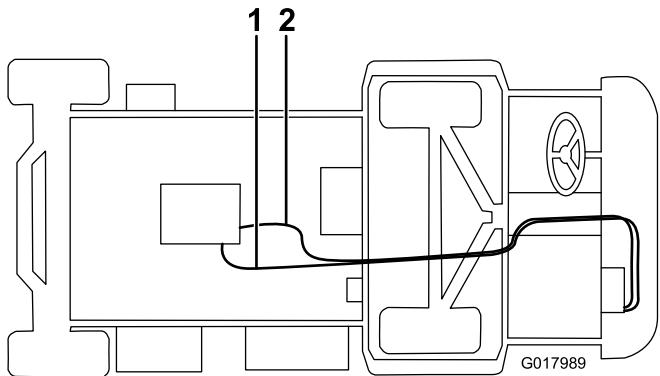

Figura 12
5. Ligue o tubo comprido à válvula do aquecedor com uma braçadeira de tubos e encaminhe-o por debaixo da unidade, por cima do eixo, e até ao encaixe recto (Figura 12). Corte o tubo em excesso para se ajustar.
6. Ligue o tubo mais curto ao enchimento em T branco com uma braçadeira de tubos, encaminhe-o através do grampo em R no suporte do aquecedor e ligue-o ao encaixe em T no tubo inferior do radiador com uma braçadeira de tubos (Figura 12). Corte o tubo em excesso para se ajustar.